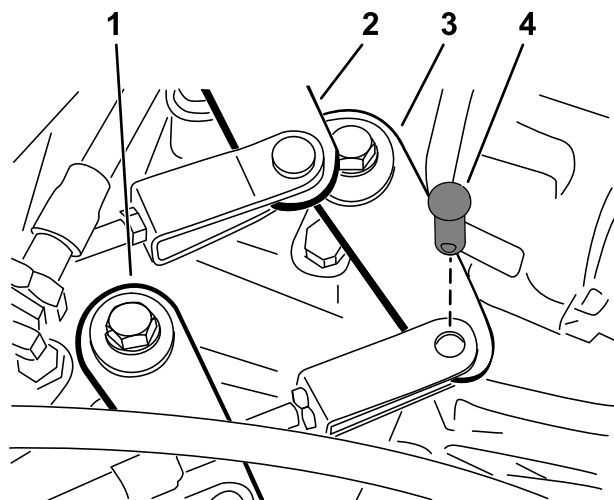

Figura 44
2. Desmonte os passadores que fixam os cabos aos braços de comando do conjunto eixo-transmissão (Figura 44).
1. Retire o passador que prende o cabo de gama alta/baixa à transmissão (**Figura 44**).